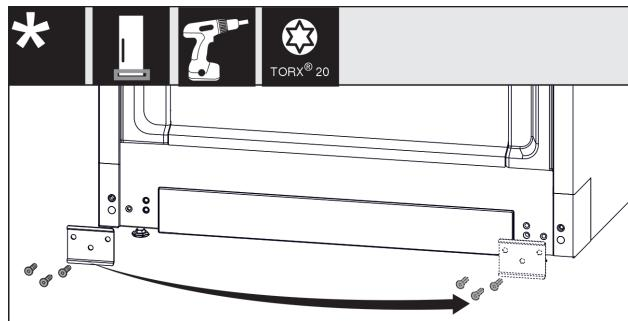

Fig. 13
- ▶ Ξεβιδώστε το έλασμα, μεταφέρτε το στην άλλη πλευρά και βιδώστε το ξανά. Fig. 13 (1)